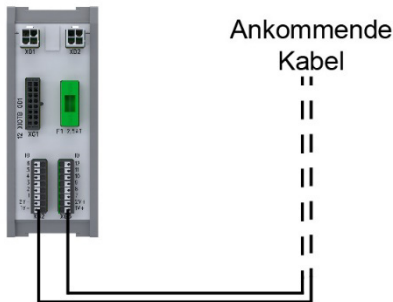

Abb. 6-3: Steuer-Eingänge/-Ausgänge an XIOTB
2. Kabel der ankommenden Steuer-Eingänge/-Ausgänge am Anschlussblock XIOTB an den Klemmen XG2 und XG3 anklemmen (→ Abb. 6-3 und Kapitel 6.3.1, Seite 14).